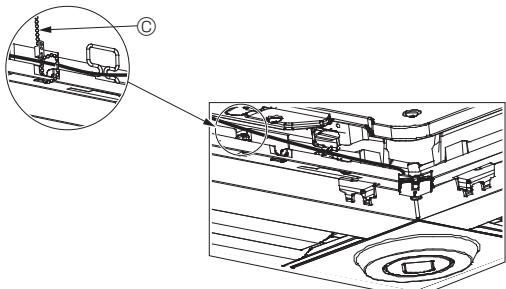

Fig. 10-12
- Säkra i-See-sensorns och signalmottagarens ledningar till panelen med fästen som visas på bilden så att ledningarna inte hänger löst och klipp sedan bort den överflödiga änden av fästena. (Fig. 10-12)
- Ändra funktionsinställningarna om i-See-sensorn flyttades från "○", position (E), till "□", position (F). (Se sidan 164)